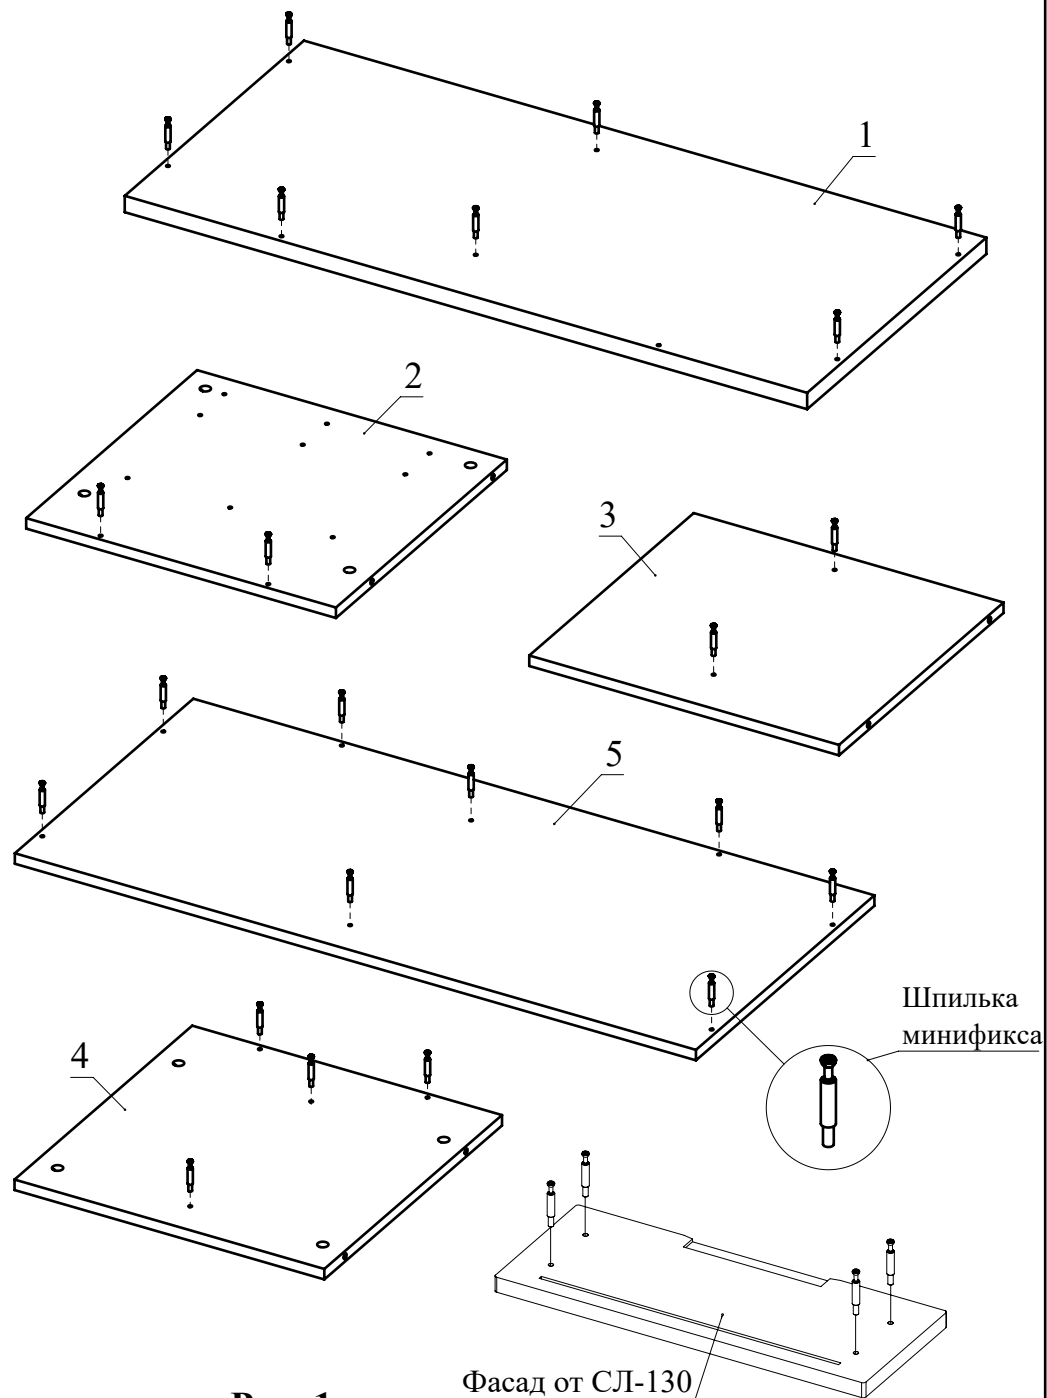

Рис. 1
1. Вкрутите шпильки минификсов в детали 1, 2, 3, 4, 5 и фасады ящиков от СЛ-130 (Рис. 1).